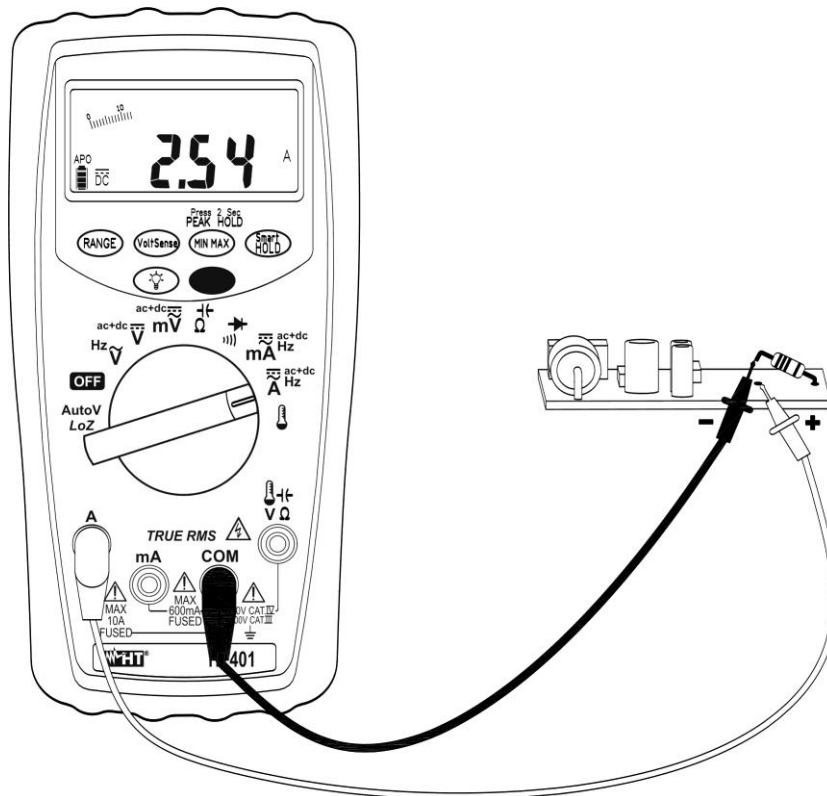

Abb. 5: DC Strommessung
6. Schalten Sie die rote und die schwarze Messleitung in Reihe mit dem Kreis, dessen Strom Sie messen möchten, und dabei achten Sie auf die Strompolarität und -richtung, die in Abb. 5
9. Das Symbol „-“ auf dem Display des Gerätes gibt an, dass der Strom die umgekehrte Richtung mit Bezug auf die Verbindung in Abb. 5